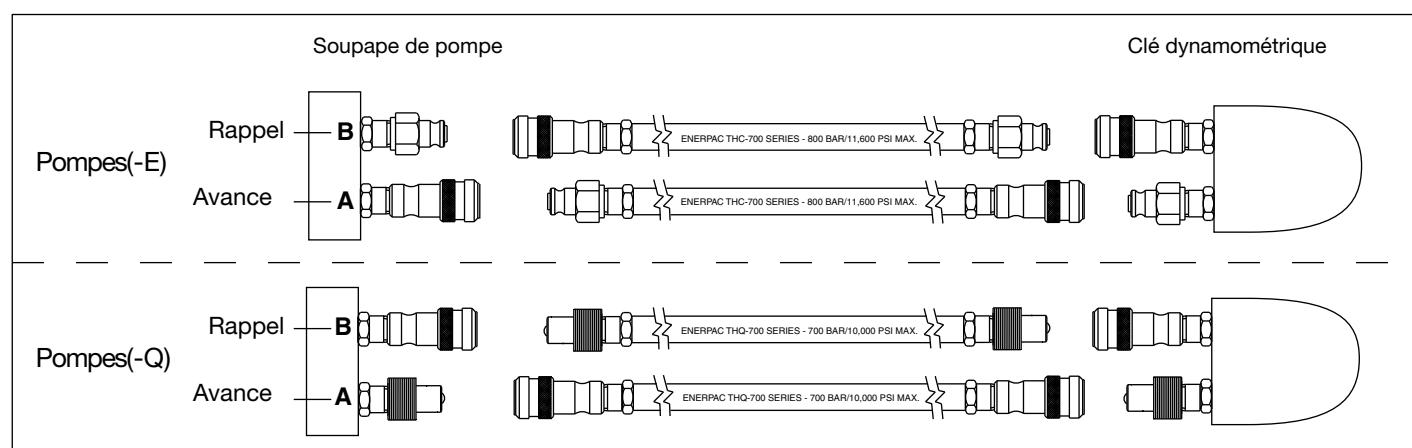

Figure 6, Détails des flexibles
- Pompe de type pour (-Q) pour clés dynamométriques Enerpac S et W et autres marques : Assurez-vous d'utiliser des flexibles portant l'identification « Enerpac THC-700 Series - 700 Bar/10 000 psi max ». Les coupleurs de ces flexibles doivent être « polarisés » comme dans la figure 6 afin d'assurer le bon fonctionnement de la clé dynamométrique. S'assurer que les coupleurs sont bien engagés et serrés avant de faire fonctionner l'appareil. Si les coupleurs présentent du jeu, la clé dynamométrique fonctionnera mal.